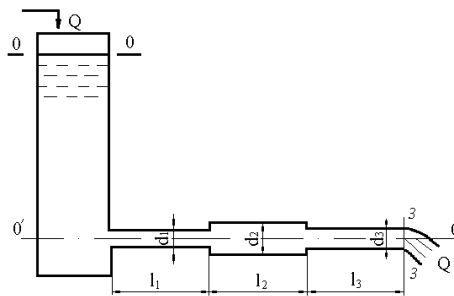

Рис. 1
- Из открытого резервуара, в котором поддерживается постоянный уровень, по стальному трубопроводу (эквивалентная шероховатость $\Delta = 0,1$ мм), состоящая из труб разного диаметра d и различной длины l ($d_1 = 50$ мм, $l_1 = 5$ м, $d_2 = 100$ мм, $l_2 = 2,5$ м, $d_3 = 75$ мм, $l_3 = 3$ м) вытекает в атмосферу вода, расход которой $Q = 10$ л/с, температура $t = 60^\circ\text{C}$ (рис.1).